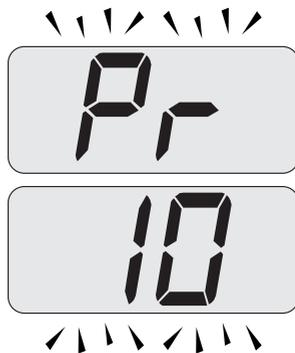

Figura 5.48
indicanti l'entrata nel "parametro 10" (Figura 5.48).
- Premendo contemporaneamente i tasti 15 e 16 (Figura 5.46) si esce senza modificare il valore (ritorno alla lista parametri Figura 5.48)